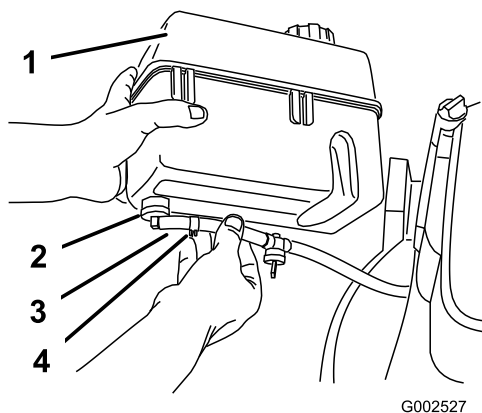

Figura 4
1. Deslice el extremo del tubo de combustible sobre el codo (Figura 4).
2. Sujete el tubo de combustible con la abrazadera del tubo de combustible (Figura 4).